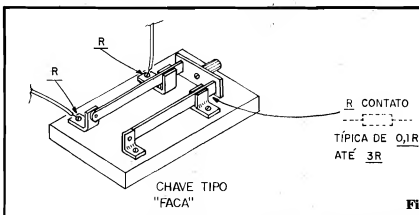

Fig.1
- FIG. 1 - A RESISTÊNCIA DE CONTATO, NA PRÁTICA - Só para exemplificar, uma simples chave tipo "faca", como a ilustrada, costuma mostrar valores de contato típicos entre $0,1R$ e $3R$, mesmo que as superfícies metálicas (normalmente latão ou outras ligas utilizadas em eletricidade...) estejam aparentemente limpas... E notem que tal valor ocorre apenas na junção da própria "faca"... Se considerarmos as inevitáveis Resistências interpostas pelos próprios parafusos/terminais da dita chave (aos quais normalmente são fixados os cabos ou fios...), podemos - sem medo de exagerar - triplicar tais valores resistivos médios! Vamos estabelecer alguns valores para calcular um exemplo: suponhamos que a chave da fig. 1 mostre uma RESISTÊNCIA DE CONTATO (devido à oxidação, à sujeira, aos deslinhamento dos contatos, essas coisas que ocorrem, mais cedo ou mais tarde, em qualquer conjunto de conexões...) de "máferos" $0,5$ Ohms ($0R5$). Se a dita chave normalmente controlar a passagem de uma Corrente de $100A$ (o que não é exagerado para muitas aplicações industriais...), a dissipação no tal contato será de nada menos que $5.000W$! Isso mesmo! **Cinco mil watts** "jogados pelo ralo", perdidos e pagos e - o que é pior, causando um sobreaquecimento na junção que, mais cedo ou mais tarde poderá resultar num incêndio capaz de transformar toda a fábrica num monte de cinzas! Deu pra sentir a importância de se medir (e, eventualmente, providen-